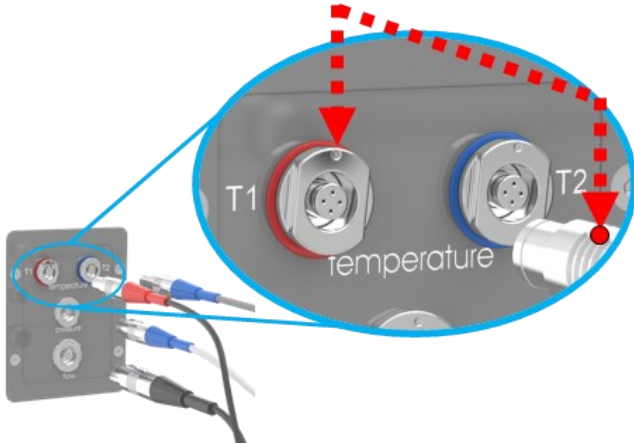

Figura 18 Collegamento dei sensori all'unità pompa. Assicurarsi di allineare correttamente ciascun sensore orientando il punto rosso verso l'alto.
- Collegare i sensori di temperatura, i sensori di flusso e i sensori di pressione (Figura 18) alle unità pompa (Figura 3, voci 9 e 10). Assicurarsi di rispettare il codice colore presente